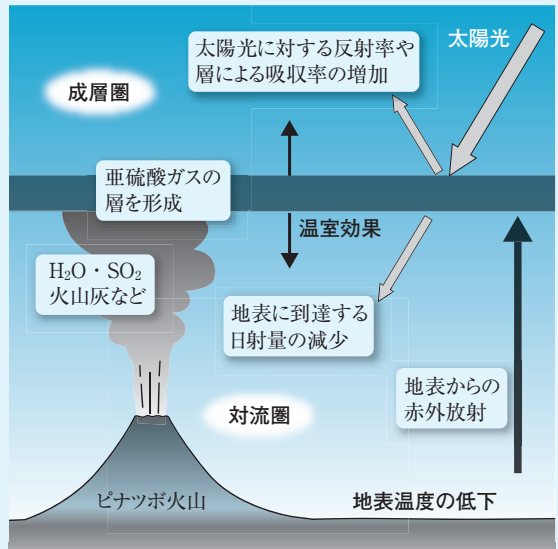

図4 ピナツボ噴火と気象への影響³⁾
- 2年前の1991年6月に起きたフィリピン・ピナツボ火山の噴火によって大量に放出された二酸化硫黄が成層圏で硫酸エアロゾルとなり、1年間以上かけて拡散していったため、日照量が低下した（図4）